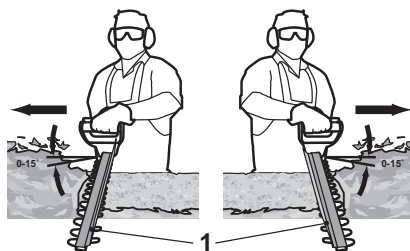

Fig. 3
2. Coloque el barredor (1) y asegúrese de que su orientación es la adecuada para el uso descrito en la Fig. 3.